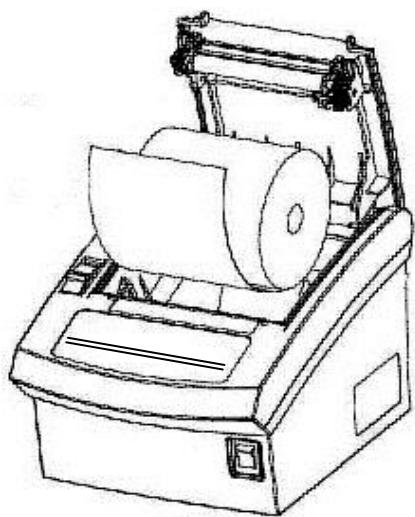

Figura 5
3. Inserir nova bobina conforme figura 5 abaixo.